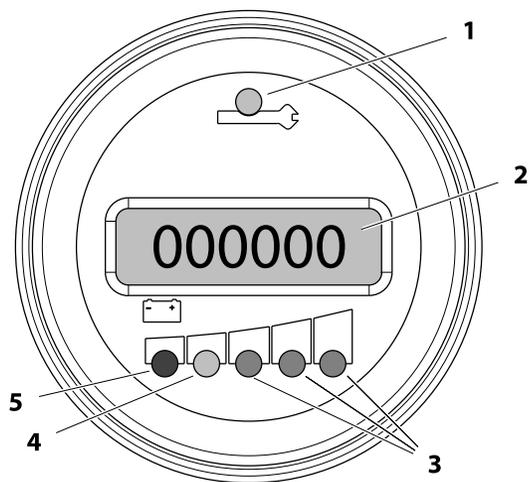

Figura 3-3. Indicador MDI
- Um LED de **Ícone de chave (item 1)** acenderá. (Consulte a Figura 3-3.)
- Um DTC de três a cinco dígitos será exibido na **tela de LCD do Código de Diagnóstico de Problema (item 2)**, abaixo do ícone de chave.